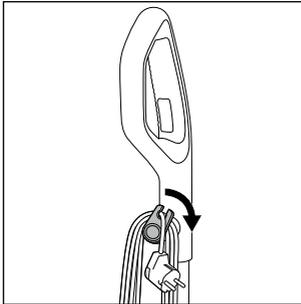

Fig. 12
- ◆ Vikl strømledningen **17** helt af ledningsholderne foroven og forned **16/20**. For hurtigt at kunne vikle strømledningen **17** af ledningsholderne **16/20** kan du trække den øverste ledningsholder **16** lidt ud og dreje den ned (se fig. 12).